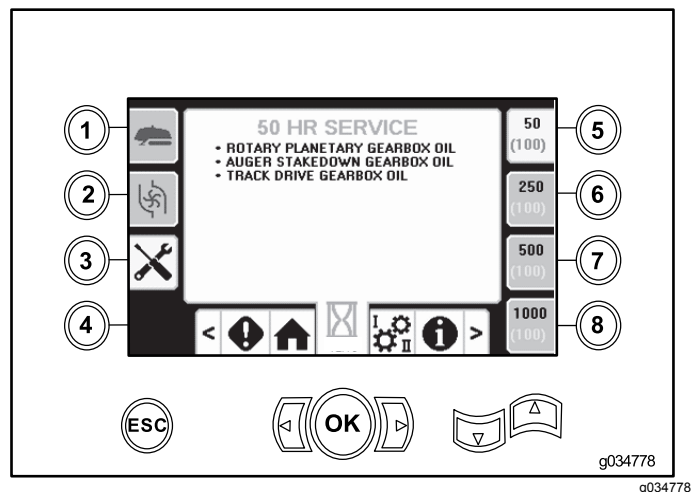

Figure 44
- Bouton 5 – à 50 heures (Figure 44)